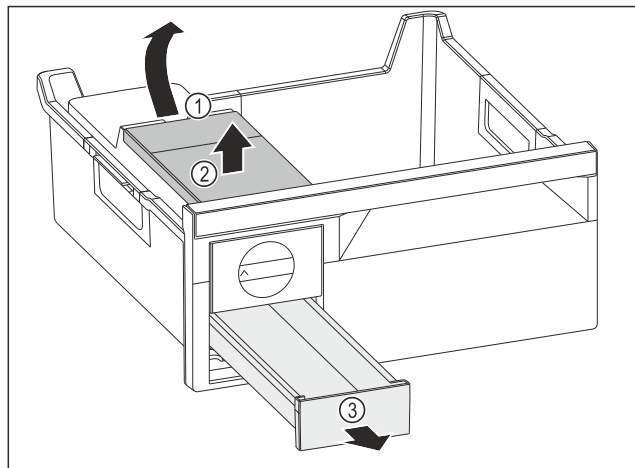

Fig. 116
- ▶ Wassertank entnehmen: Wassertank an der Aussparung Fig. 116 (1) anheben.
- ▶ Wassertank Fig. 116 (2) nach oben entnehmen.
- ▶ Eiswürfelschubfach Fig. 116 (3) nach vorne entnehmen.